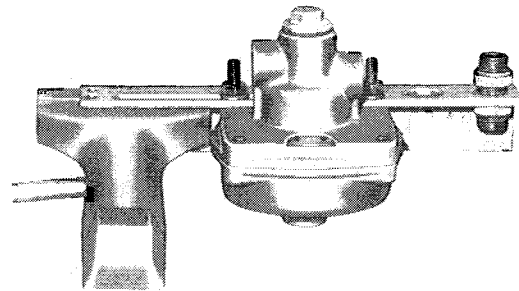

Abb. 2
- a) Relaisventil an dem im Schraubstock des Prüfstandes eingespannten Spannwinkel so befestigen, daß der Anschluß "ZB" nach unten zeigt. (siehe Abb. 2)